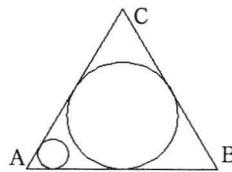

图 3-5-9
(11) 单击“相切、相切、半径”按钮 \textcircled{O} ，将十字光标移至三角形的边上，分别单击三角形的AC边和AB边。
(12) 命令行提示“指定圆的半径<30.0000>”，输入“40”，按Enter键，创建一个半径为40且相切于AC和AB边的圆，如图3-5-9所示。